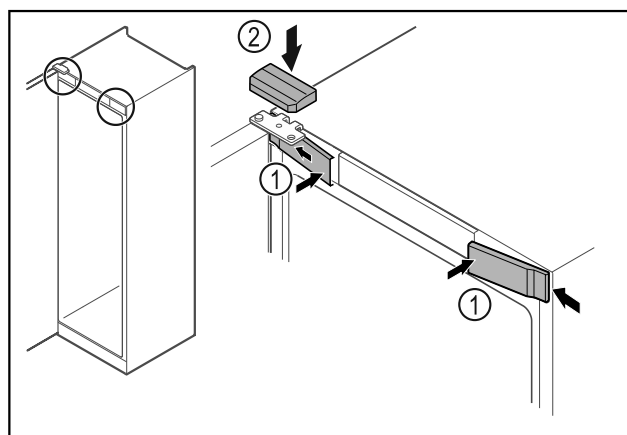

Fig. 51 *
- Agganciare le coperture anteriori Fig. 51 (1) di lato e innestarle.*
- Innestare la copertura superiore Fig. 51 (2) dall'alto.*